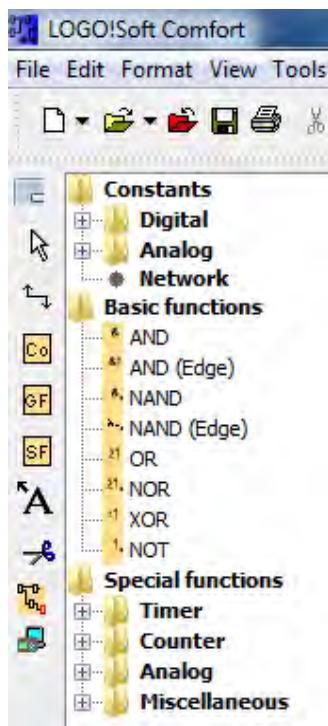

Рисунок 36 – Библиотека компонентов в LOGO!Soft Comfort
3.4. Создание программы циклической подачи материала. Соберите схему из элементов, расположенных в библиотеке компонентов с левой стороны экрана. Библиотека состоит из следующих категорий элементов (сверху вниз): константы (цифровые, аналоговые, сетевые), основные функции, специальные функции (таймеры, счетчики, аналоги, разное) (рис. 36).